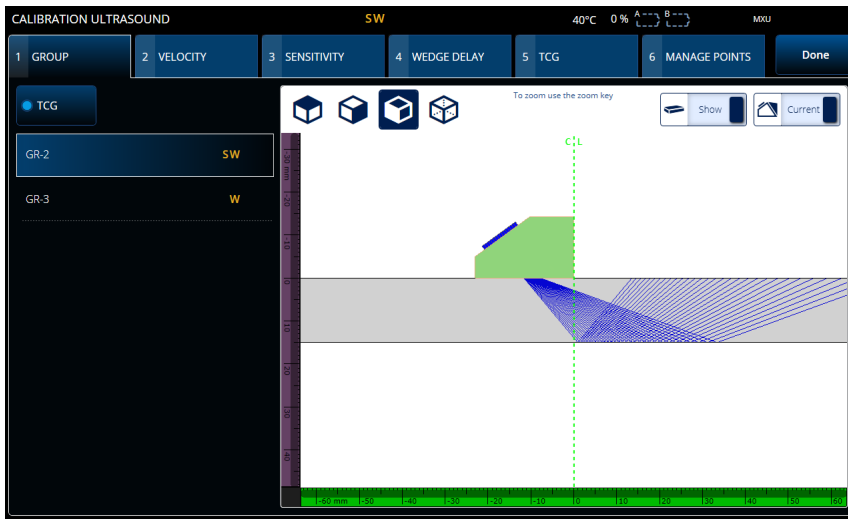

Abbildung 4-1 Calibration > Group (Justierung > Gruppe)
1. Wählen Sie  >  **Plan & Calibrate** > **Calibration Tools** (Plan & Justierung > Justierwerkzeuge) aus, um auf den **PA/UT/TFM** Justierassistenten zuzugreifen (Abbildung 4-1 auf Seite 163). Siehe „TOFD Calibration (TOFD-Justierung)“ auf Seite 184 zur Durchführung einer TOFD-Justierung. Wie beim Prüfplan-Assistenten ist der Workflow des Assistenten in mehrere Registerkarten oder Bereiche (für verschiedene Justierarten) unterteilt.
2. In der **Group** (Gruppe) Registerkarte (Abbildung 4-1 auf Seite 163), wählen Sie die Gruppe aus, die Sie justieren möchten. Wählen Sie für eine UT-Gruppe auch die zu justierende Größenbestimmungsmethode: **TCG,DAC**, oder **DGS** (AVG).